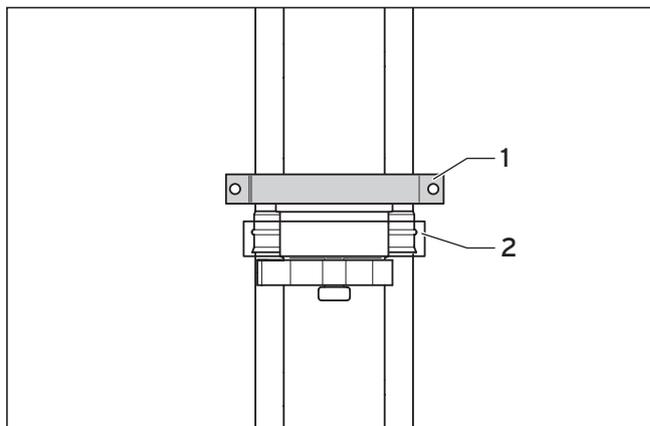

Fig. 6.29 Prolunga accorciabile con supporto alla parete esterna
**Pericolo di ferimento per crollo dei pezzi! Poiché il tubo esterno della prolunga accorciabile non presenta nervature sul lato inferiore, la fascetta di blocco (2) non può stabilizzare il sistema di tubi. È necessario un supporto aggiuntivo (1) perché il sistema non si divida e non si stacchi sotto l'influsso del vento.**
- Montare direttamente sopra la prolunga accorciabile un supporto a muro aggiuntivo (1), come illustrato alla fig. 6.29.